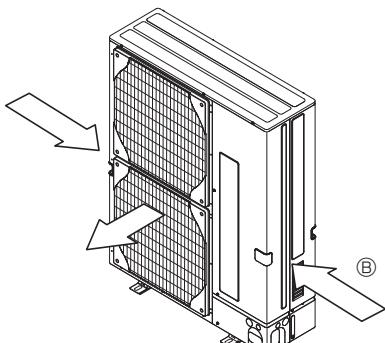

Fig. 2-5
- По возможности разместите прибор так, чтобы воздух из выходного отверстия выдувался в направлении, перпендикулярном к сезонному направлению ветра. (Fig. 2-5)